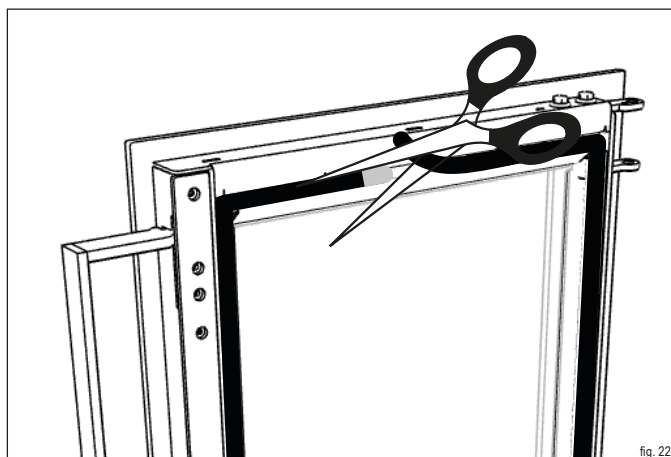
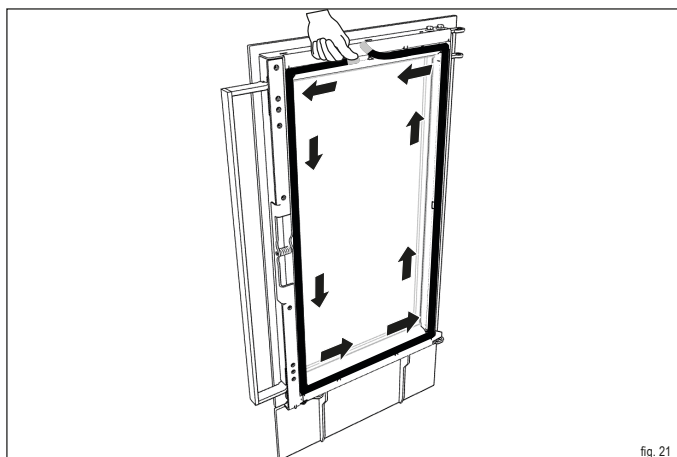

fig. 22
fig. 21
- ▶ Iniziare a collocare la guarnizione dal centro della guida, nell'area superiore dello sportello della camera di combustione. Premere omogeneamente la guarnizione nella guida (fig. 21). Far sporgere leggermente l'estremità e tagliare la guarnizione in modo che collida (fig. 22).